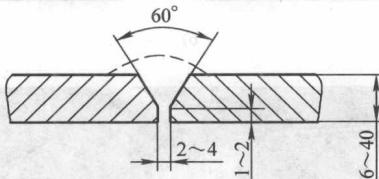

图 1-7 V形坡口
- 3) V 形坡口形状简单，加工方便，是最常用的坡口形式，常用于厚度在 6~40mm 之间工件的焊接，如图 1-7 所示。